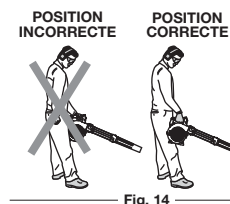

Fig. 14
- AVERTISSEMENT :** Après avoir démarré le souffleur, tenez-vous toujours du côté gauche de l'appareil pour l'utiliser, comme indiqué sur la figure 14, afin de ne pas bloquer l'entrée d'air.
Tenez le souffleur de la main droite. Ne vous placez pas à droite du souffleur lorsque vous utilisez l'appareil (Fig. 14). Si vous le faites, vous bloquerez l'entrée d'air et cela peut avoir des conséquences sur les performances de l'appareil. Placez-vous plutôt du côté gauche de l'appareil pour optimiser son efficacité (Fig. 14).